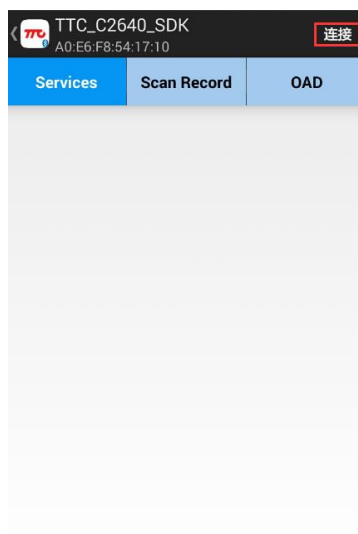

图 3-2-11 重连
- (6) 设备自动断开，返回上一个界面，点击连接，如图 3-2-11。